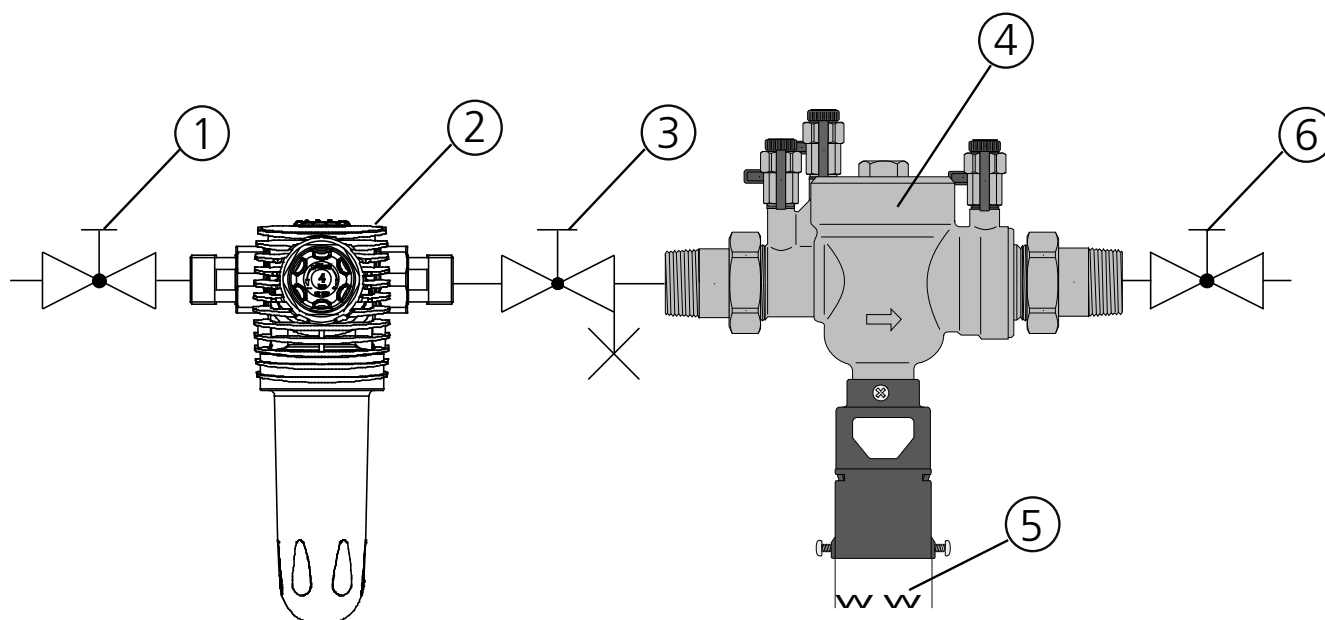

Fig. D-1: Ejemplo de instalación del separador de sistema Euro GENO-DK 2
- Realizar la instalación de acuerdo con el diagrama de instalación (fig. D-1).